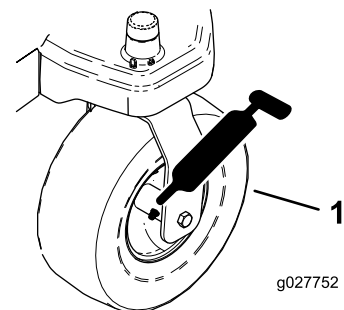
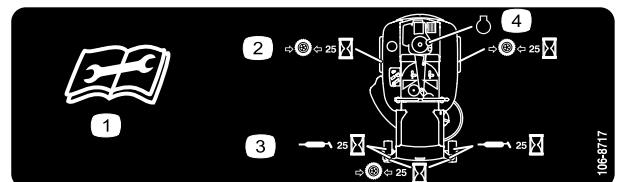

Figure 22
Figure 23
3. Nettoyez les graisseurs (Figure 22 et Figure 23) à l'aide d'un chiffon.
4. Raccordez une pompe à graisse à chaque graisseur (Figure 22 et Figure 23).